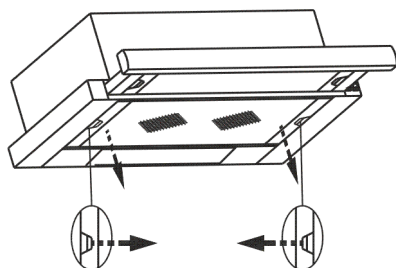

рис. 7
8.3 Для очистки алюминиевого фильтра извлеките его из вытяжки (рис. 7) и произведите его очистку с помощью щетки водным раствором нейтрального моющего средства вручную или в посудомоечной машине (при 60°C). Сильно загрязненный фильтр не следует мыть в посудомоечной машине. Старайтесь не сгибать фильтр при мойке.
- снимите алюминиевый фильтр (рис. 7);
- снимите алюминиевый фильтр, для этого нажмите на пружинный замок на фильтре и потяните его вниз и на себя (рис. 7);